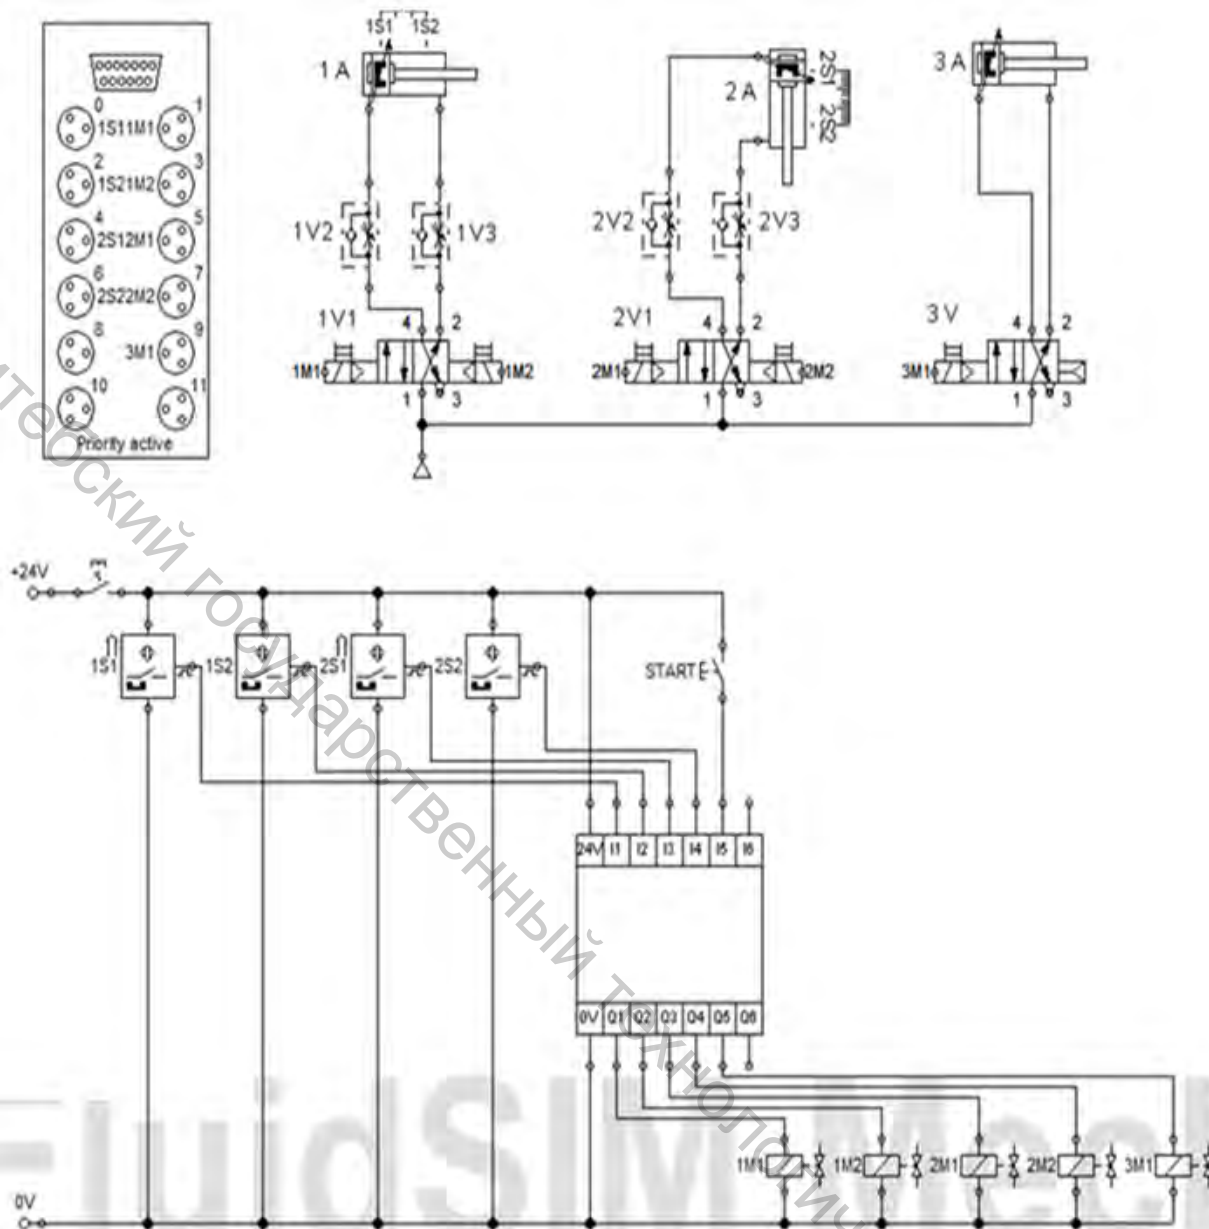

Рисунок 47 – Программа с распределительной коробкой для станции манипулятора
1.2. Соберите схему представленную на рис.47. Основными элементами схемы являются: магнитные бесконтактные датчики положения для определения положения поршней цилиндров 1S1, 1S2, 2S1, 2S2; электромагниты 1M1, 1M2 распределителя 1V1; электромагниты 2M1, 2M2 распределителя 2V1; дроссели с обратным клапаном 1V2, 1V3, 2V2, 2V3; электромагнит 3M1 распределителя 3V; распределительная коробка с многоштырьковой вилкой, цифровой модуль (программируемый логический контроллер).